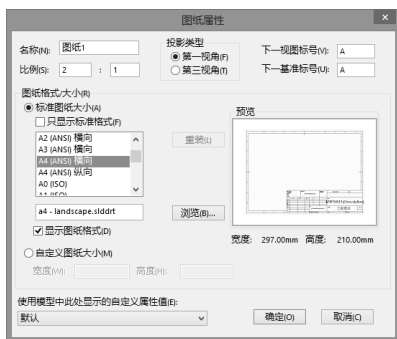

图 7-16 “图纸格式/大小”对话框
STEP 1 新建“工程图”文件，并选择图纸大小为“A4（ANSI）纵向”，如图 7-16 所示。